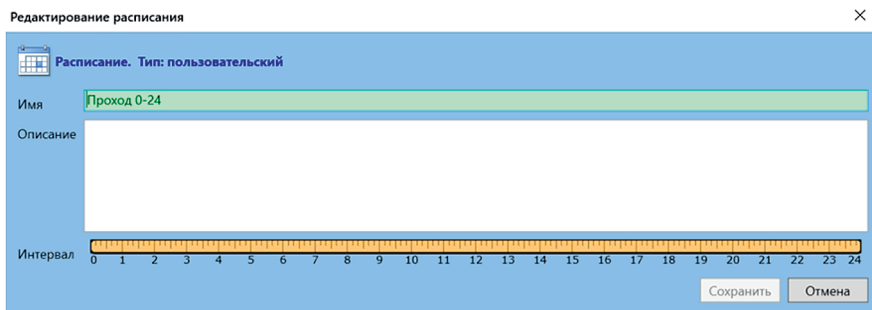

Рис. 9. Создание пользовательского расписания
1. Перейдите в модуль «Конфигурация СКУД» раздел «Расписания» и создайте пользовательское расписание, например «Проход 0-24» (рис. 9).